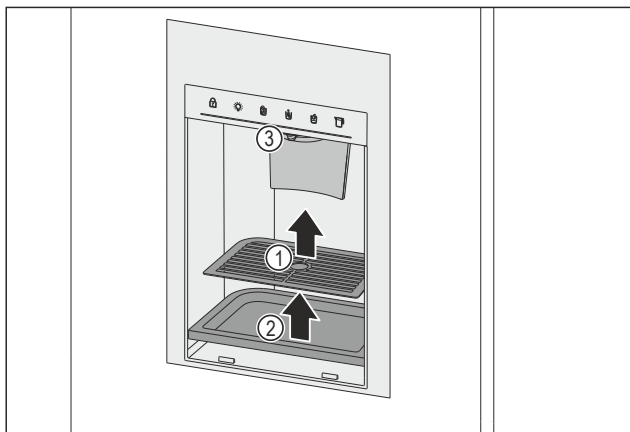

Fig. 182 Vađenje rešetke i plitice za kapanje
- Izvadite rešetku za kapanje Fig. 182 (1).
- Izvadite pliticu za kapanje Fig. 182 (2).
- Izlaz Fig. 182 (3) i okruženje očistite mekanom, čistom krpom, mlakom vodom i s malo deterdženta.